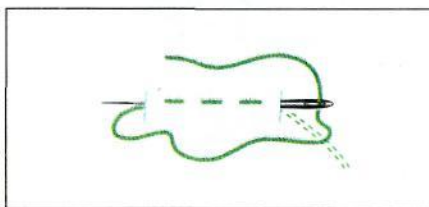

Рис. 64
- Нитку в одно сложение закрепляют на ткани мелкими прямыми стежками шва «вперед иголку» (рис. 64).